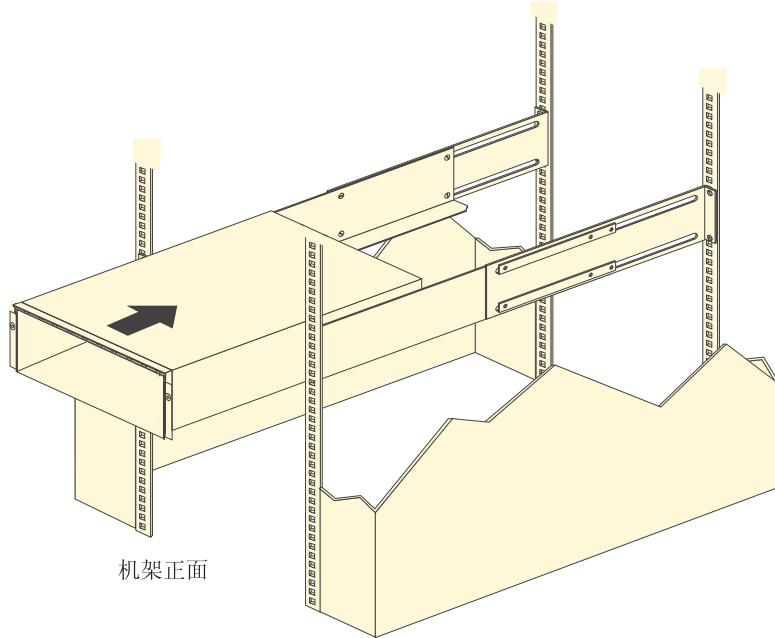

图 12. 安装 EXP5000
- b. 在另一人的帮助下, 将存储扩展机柜的后端放到支撑导轨上, 然后将该单元滑入机架 (如图 12 中所示)。